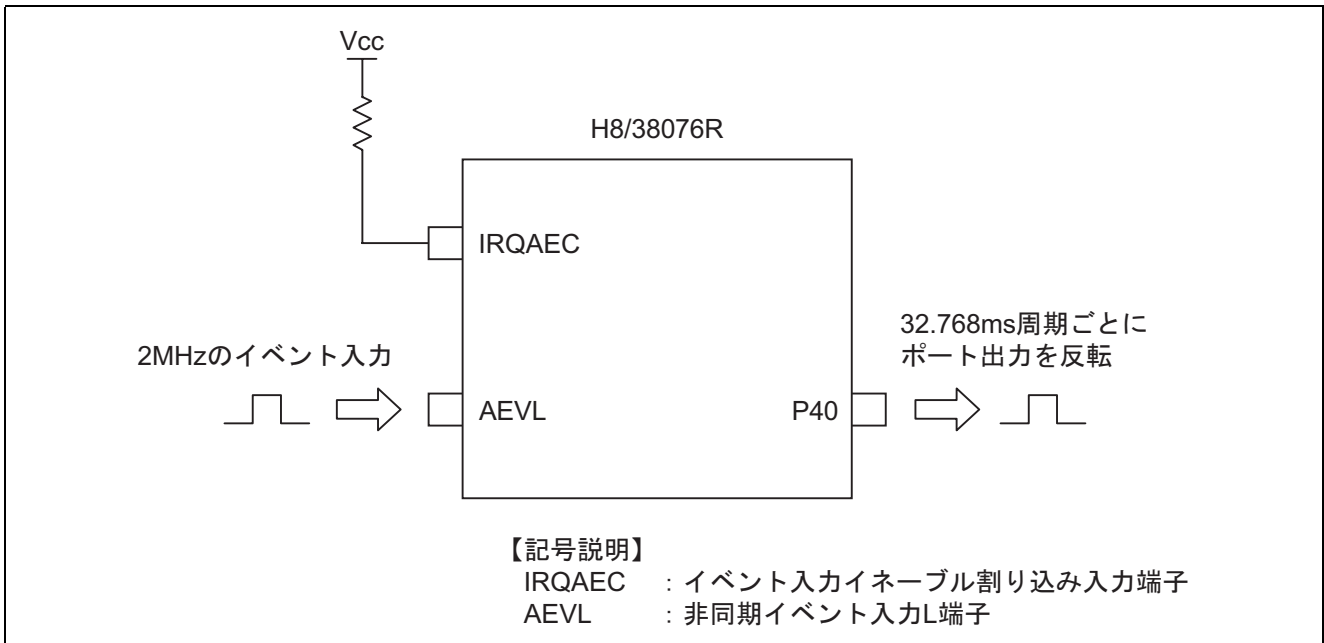

図 1 16 ビットモードによるイベントカウンタ動作例
- 図 1 に示すように、16 ビットモードによる非同期イベントカウンタを使用して、一定周期 (32.768 ms) 毎に P40 端子の出力を反転させます。